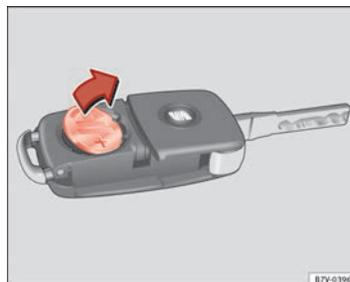

Fig. 44 Clé du véhicule : retirer la pile. ►
- Retirez la pile du compartiment à l'aide d'un objet fin approprié ⇒ fig. 44.
- Placez la pile neuve dans le compartiment, en appuyant comme indiqué ⇒ fig. 44, dans le sens contraire de la flèche ⇒ ②.